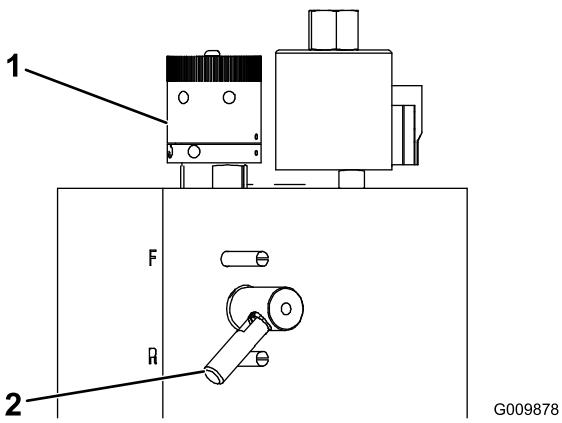

Bild 33
2. Drehen Sie das Spindeldrehzahlhandrad (Bild 33) auf die Zahl, die Sie in Schritt 1 ermittelt haben.